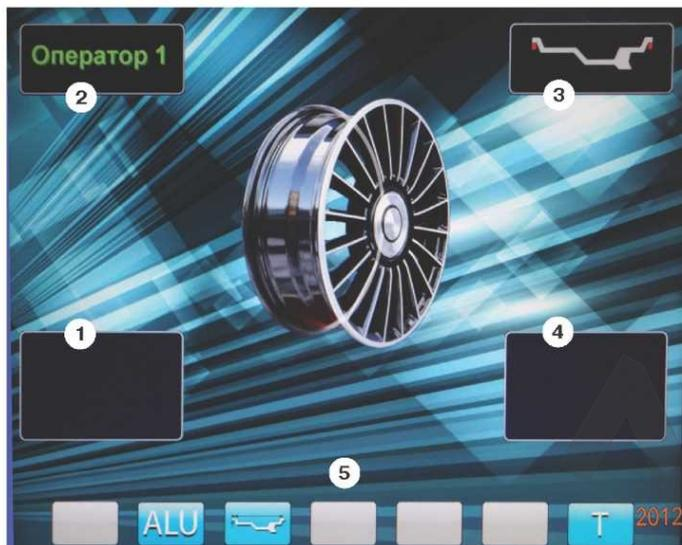

рис.8.2.
8.3. После включения питания СБ на экране монитора отображается фирменная заставка, которая через несколько секунд сменяется отображением экрана основного рабочего режима (рис. 8.2).
Для выбора нужной схемы нажмите кнопку верхнего ряда клавиатуры с соответствующим номером. Выбранная схема установки грузов отображается в окне 3 экрана основного рабочего режима (рис. 8.2).
12.2. При включении СБ программа измерения дисбаланса настраивается таким образом, что дисбаланс менее 8 г (заводская установка) на любой плоскости коррекции не показывается, в этом случае в окнах 1 и 4 (рис. 8.2) высвечиваются «OK». Минимальный дисбаланс отображающийся в окнах 1 и 4 равен 8 г. Дисбаланс, превышающий 8г, округляется до величины кратной 5, т.е. дисбаланс 9, 10, 11 и 12 г отображается цифрой 10, дисбаланс 13, 14, 15, 16 и 17 г - цифрой 15 и т. д. Для просмотра неокругленного значения дисбаланса или дисбаланса менее 8г. необходимо нажать кнопку «<>», при этом в окнах 1 и 4 на 2-3 сек высвечиваются фактические значения дисбаланса, определенные в данном запуске.